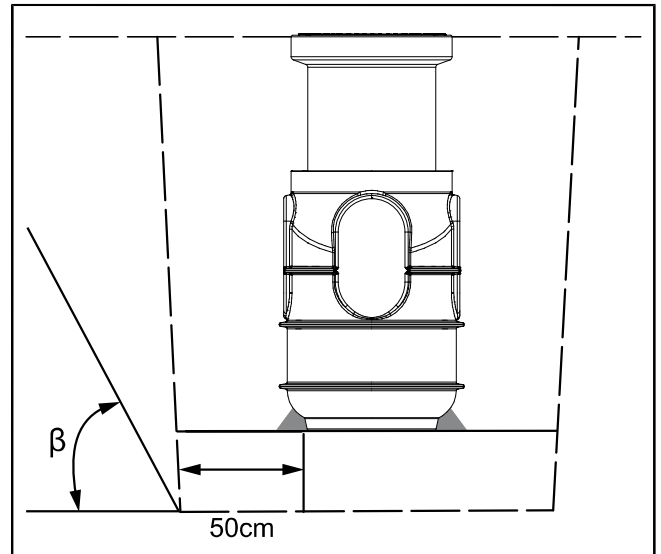

Fig. 1: Excavation du sol
- ▶ Remblayer l'espace intermédiaire résiduel, (cf. "Fig. 1: Excavation du sol", page 38) segment par segment, de matériau de charge d'une grosseur de 0/16. Après chaque remblayage de 30 cm, compacter à Dpr = 97 % jusqu'au bord supérieur ou la hauteur du corps de chaussée standard.